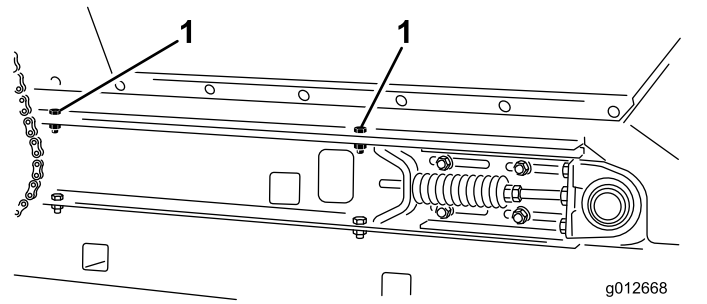

Bild 32
4. Befestigen Sie den Füllkasten an jeder Seite der Maschine an den Gleitrahmenschienen (Bild 32) mit den beiden Bundkopfschrauben, zwei Unterlegscheiben und zwei Sicherungsmuttern, die Sie in Demontage der Schiebepritsche \(Seite 25\) entfernt haben.